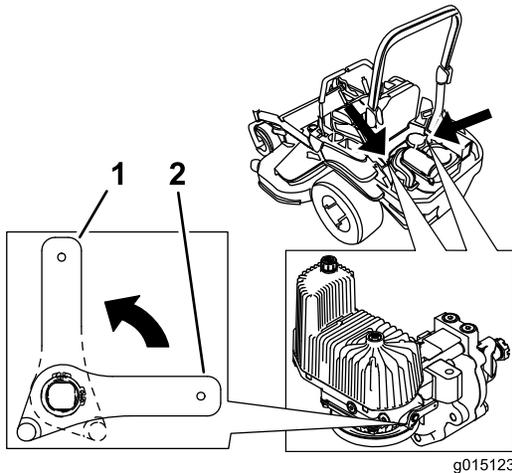

Figura 32
2. Gire las palancas de las válvulas de liberación a la posición vertical para empujar la máquina. Esto permite que el fluido hidráulico se desvíe alrededor de la bomba, dejando que las ruedas giren (Figura 32).
4. Gire las palancas de las válvulas de desvío a la posición horizontal para conducir la máquina (Figura 32).